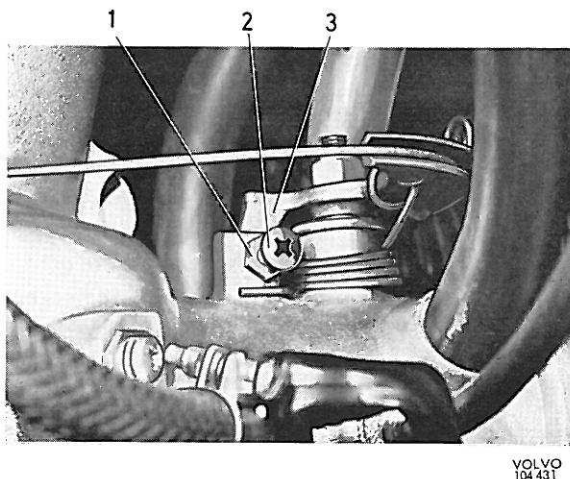

Figure 2—60. Vis de butée pour papillon
1. Desserrer le contre-écrou (1, figure 2—60) de la vis de butée du papillon et dévisser cette vis de 2 tours environ pour qu'elle ne s'appuie pas sur la butée de l'axe du papillon. S'assurer que le papillon est complètement fermé.